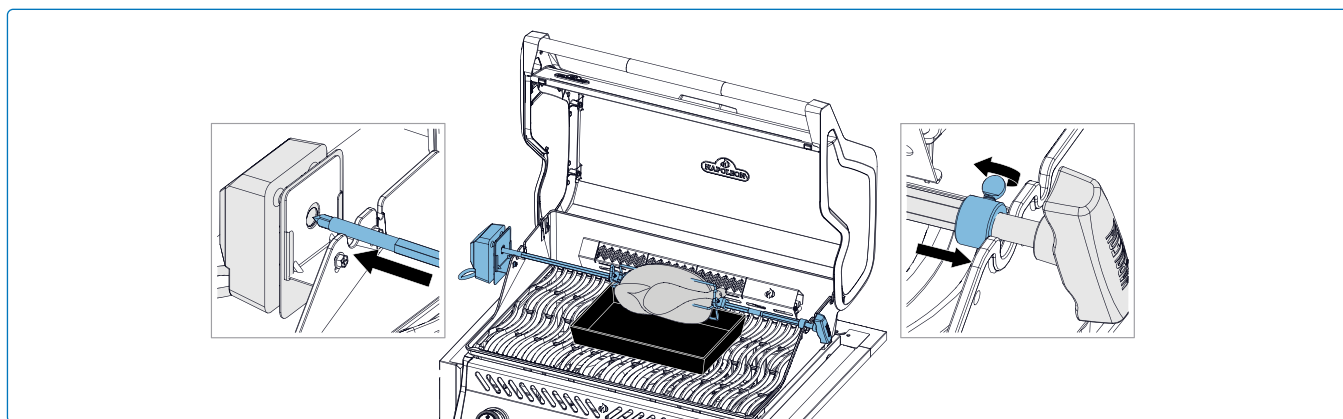

Fig. 5
4. Indsæt forsigtigt den spidse ende af spyddet i rotisserimotoren og placer den modsatte ende på holderne. Den tunge side af kødet vil naturligt hænge ned for at balancere vægten (**Fig. 5**).
5. Skub stopbøsningen på spyddet, indtil den er forbi indersiden af låget. Dette vil sikre side-til-side bevægelsen af spidstangen (**Fig. 5**).
6. Stram stopbøsningen og håndtaget på spyddet. Placer en metalbakke under kødet for at opsamle fedt og saft (**Fig. 5**).